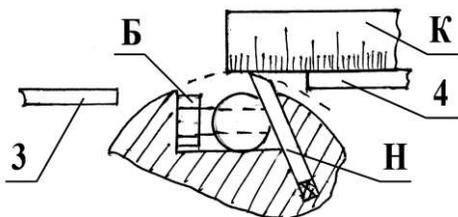

Рис. 5
- Выставить ножи (Н) строгального вала при помощи линейки-кондуктора (К) по передней кромке заднего стола (4) и надежно зажать их болтами (Б) (Рис.5).
#### 4.2. Строгание, строгание под углом. (Рис. 5, 6)